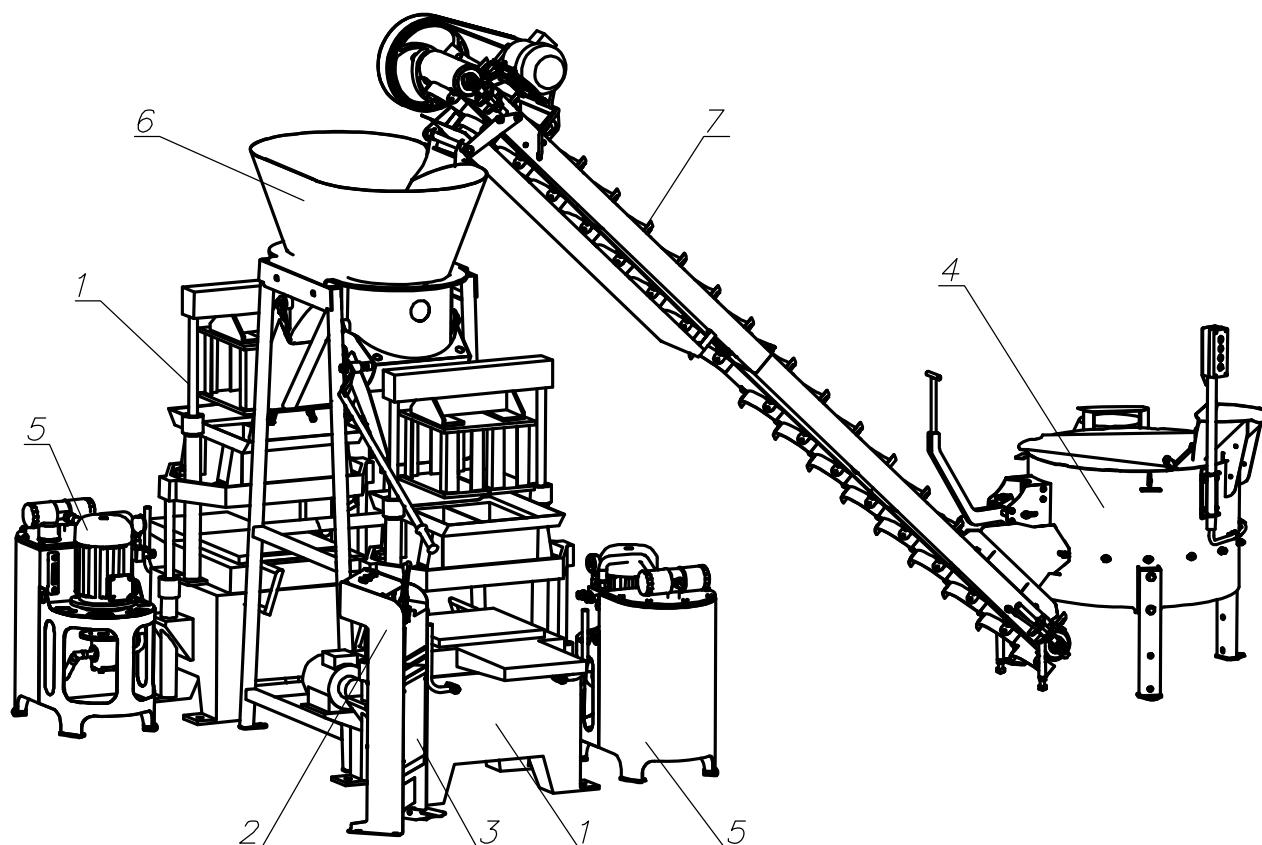

Рис. 1. Общая компоновка установки.
Установка “БИКОНДОР” – базовая модель (рис.1) состоит из двух вибропрессов 1 с пультами управления 2 и электрошкафами 3, смесителя 4, насосных установок 5, бункера 6 и транспортера 7.
3.7. Приставить к транспортеру 7 (рис. 1) смеситель 4, сориентировав выпускную воронку вдоль транспортерной ленты между щитками 13 (рис. 10) и выставив зазор между лопатками ленты и нижним срезом воронки 20...40 мм. За рукоятку 18 (рис. 8) открыть дверцу 17. Дверца не должна задевать за лопатки ленты.